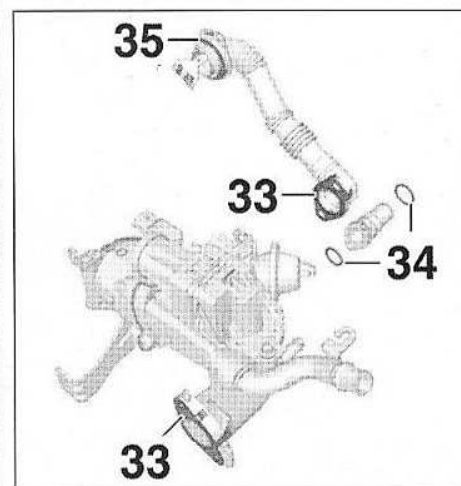

FIG.139
- Reposer les joints (33), (34) et (35) (Fig.139).
*Respecter la position des ergots de maintien des joints (29) et lubrifier avec de l'huile moteur les joints (30).*